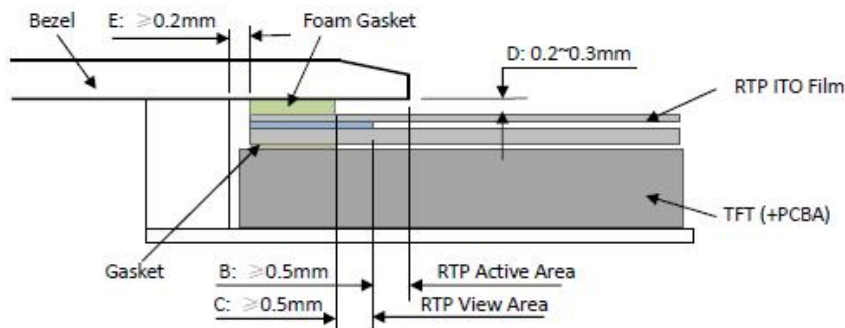

Figure 4
- It should bezel touching the RTP Active Area (A.A.) to prevent abnormal touch. It should left gap $D=0.2\sim 0.3\text{mm}$ in between. (Figure 4)
It is suggested to protect those areas with gasket (between the bezel and RTP). The suggested figures are $B\geq 0.50\text{mm}$; $C\geq 0.50\text{mm}$. (Figure 4)
- The bezel side wall should keep space $E=0.2\sim 0.3\text{mm}$ from the RTP. (Figure 4)
- 为避免面框直接压在动作区 (A. A.) 上造成误动作，面框与电阻触摸屏 (RTP) 之间应留有一定的空隙 $D=0.2\sim 0.3\text{mm}$ 之间。（附图 4）
- 设计面框时，要注意用面框保护触摸屏四周的非保证操作区域，因为布线区域在此处形成一台阶，在此区域附近操作时 ITO Film 变形较大，容易导致 ITO 损坏而降低寿命。为保护 RTP 和避免误操作，在 RTP 与面框之间垫缓冲物（Gasket），我们建议设计面框应覆盖动作区的边缘，面框边缘到 V. A. 区的距离 $B\geq 0.50\text{mm}$ ；垫圈内边缘到 V. A. 区的距离 $C\geq 0.50\text{mm}$ 。（附图 4）
- 在设计面框与 RTP 组装时，应考虑到面框内侧与 RTP 外侧的间距 $E\geq 0.2\text{mm}$ 。（附图 4）